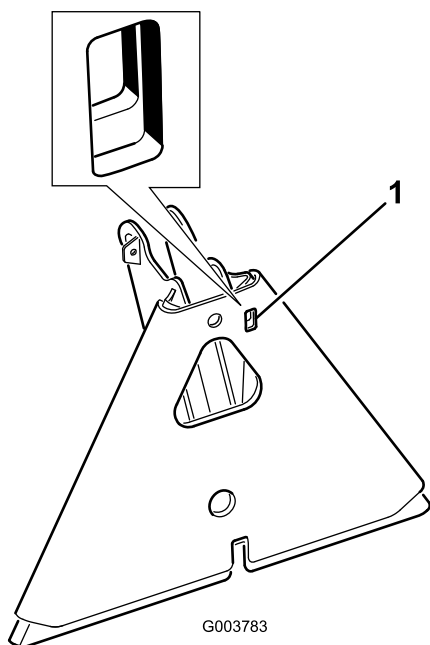

Figure 9
3. Levez l'adaptateur d'accessoire par la poignée tout en le faisant pivoter en arrière sur l'accessoire (Figure 9).
Remarque: Si l'adaptateur de l'accessoire se coince sur l'adaptateur du groupe de déplacement, insérez un levier dans la fente prévue pour désengager les pièces (Figure 9).